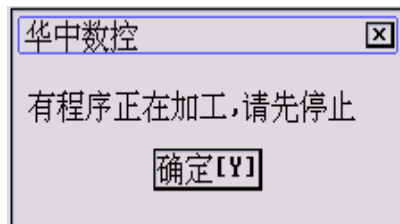

图 6.6.3 提示停止加工
- (2) 按 **F4** 键保存断点之前，必须暂停程序运行，否则系统会弹出如图 6.6.3 所示对话框，提示“有程序正在加工，请先停止”。